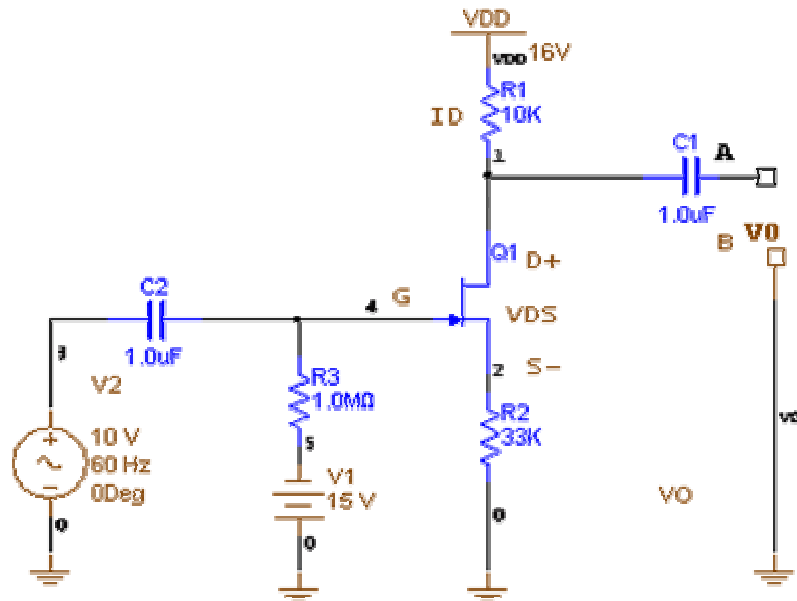

Figura.3
- a) Construya el circuito que se muestran en la figura 3.